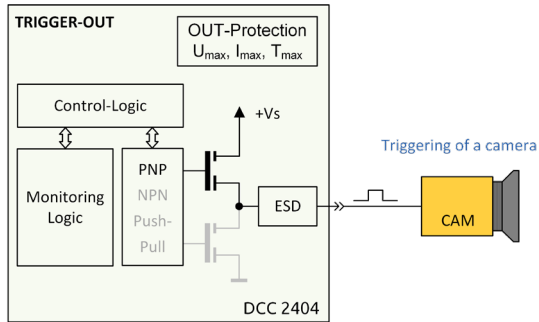

Abbildung 12: PNP Ausgang – H-aktives TRIGGER-OUT Signal
- **PNP** (siehe Abbildung 12)